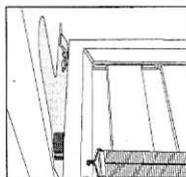
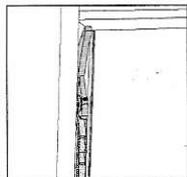
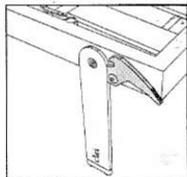

FIG.2
FIG.3
FIG.4
- **Sécurité:** Dispositif avec système de blocage du sommier par une cheville qui s'enclenche automatiquement. Le mécanisme de blocage automatique du lit, en position verticale comme en position horizontale, empêche l'ouverture et la fermeture accidentelles (Fig. 2). Levier d'ouverture du lit intégré entre le flanc et le panneau avant (Fig. 3), avec fonction de blocage automatique du lit ouvert et de déblocage manuel pour la fermeture (Fig. 4).